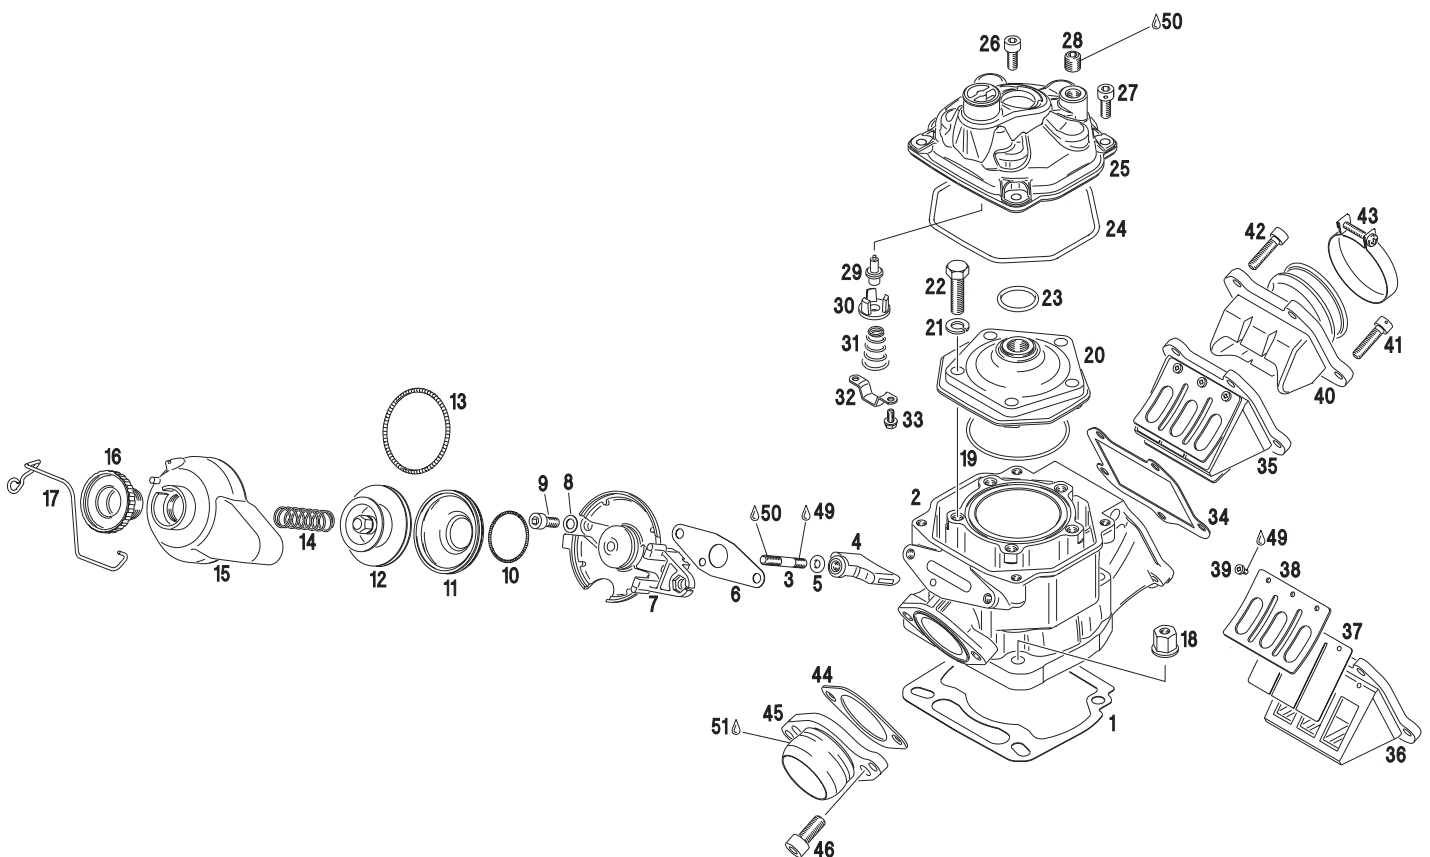

Bild 22
- ◆ **Hinweis:** In der Grundeinstellung entspricht der Abstand zwischen Bund der Einstellschraube (Pos. 16) und der Schieberabdeckung (Pos. 15, Bild 22) 5 mm/ 0,2 in. Diese Einstellung ist großteils optimal.